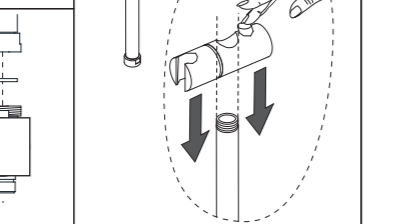

Fig. 8
- Roscar el tubo al grifo termostático colocando la junta de estanqueidad (Fig. 8). Colocar la pieza (A) en la altura correcta de modo que el vástago del tubo entre bien (Fig. 9.2). Marcar con un lápiz los 3 agujeros de la pieza (A) del soporte (Fig. 9.1 y 9.3).
- Thread the shower pipe to the thermostatic faucet installing the sealing gasket (Fig. 8). Place the piece (A) at their correct position by introducing it to the shower pipe rod (Fig. 9.2). Mark with a pencil the three holes of the piece (A) onto the wall (Fig. 9.1 and 9.3).
- Situez le tuyau sur sa position, en vissant au robinet thermostatique (Fig. 8) placez la pièce (A) à la hauteur nécessaire de façon que la tige du tuyau rentre correctement (Fig. 9.2). Marquez avec un crayon les 3 trous de la pièce (A) du support (Fig. 9.1 et 9.3).